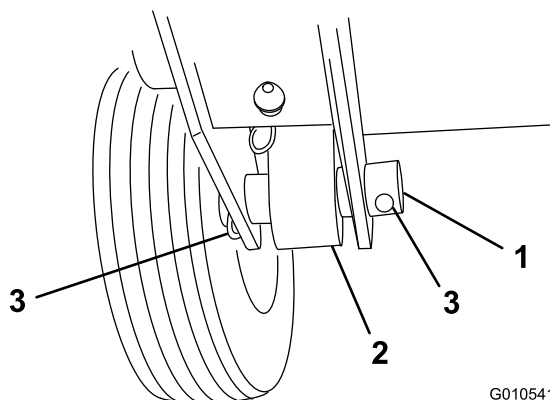

図 3
- 昇降アームの後部を、昇降シリンダに取り付ける；ピボットピンと 2 本のコッターピンを使う（トラクションユニットについている）（図 3）。